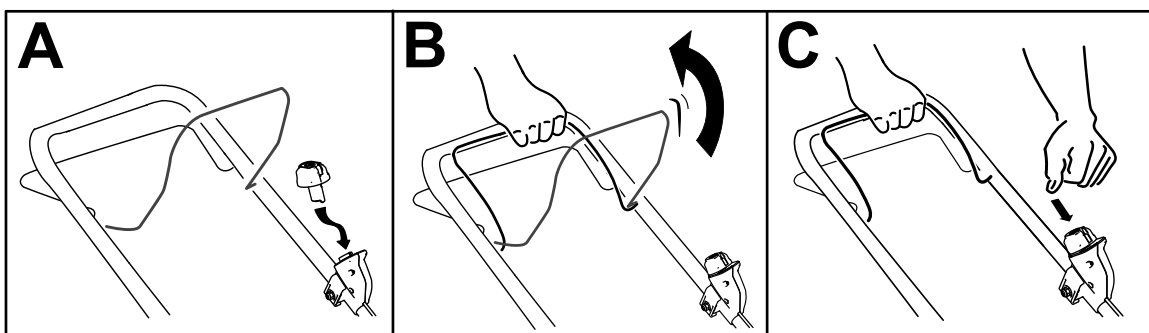

Figure 13
2. Insérez le bouton de démarrage électrique dans l'interrupteur du démarreur électrique (A de la Figure 13).
3. Serrez et maintenez la barre de commande de la lame contre le guidon (B de la Figure 13).
4. Maintenez le bouton de démarrage électrique enfoncé jusqu'à ce que le moteur démarre (C de la Figure 13).